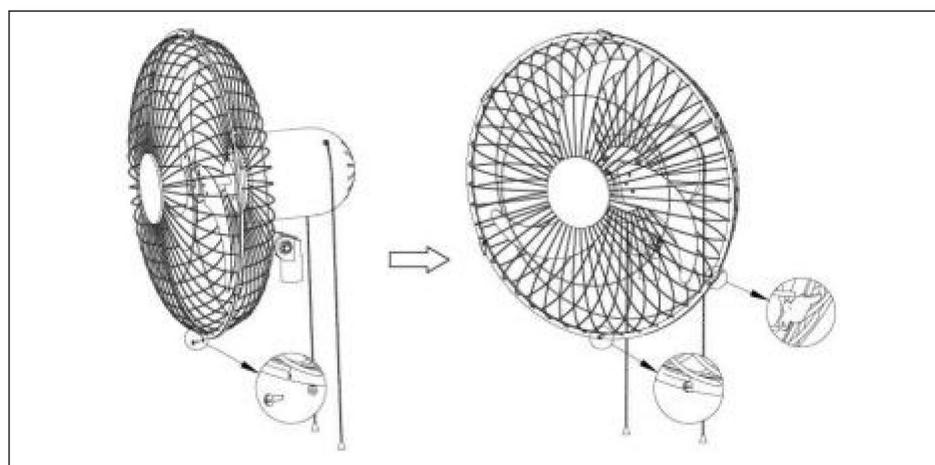

Figure 7.
3). Alignez les trous de vis au bas des grilles avant et arrière, puis fixez les boutons situés en haut du couvercle de la grille avant sur le couvercle de la grille arrière, fixez tous les boutons du couvercle de la grille et enfin verrouillez les vis de sécurité (18).Voir le (Fig.7.)